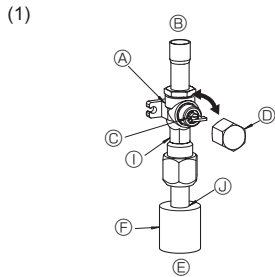
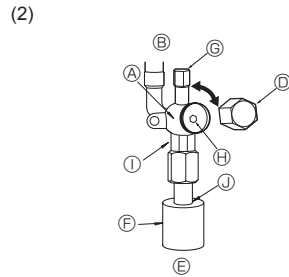

Fig. 4-6
Fig. 4-7
- (1) Côté gaz (Fig. 4-6)
- ① Enlever le capuchon, ramener la poignée vers soi et la tourner d'un quart de tour en sens inverse des aiguilles d'une montre pour ouvrir la vanne.
- ② Vérifier que la vanne d'arrêt est complètement ouverte, appuyer sur la poignée et tourner le capuchon pour le ramener sur sa position d'origine.
- (2) Côté liquide (Fig. 4-7)
- ① Retirez le bouchon, et tournez la tige de soupape à fond dans le sens antihoraire avec une clé hexagonale de 4 mm. Arrêtez de tourner quand elle frappe la retenue. (ø9,52: env. 10 tours)